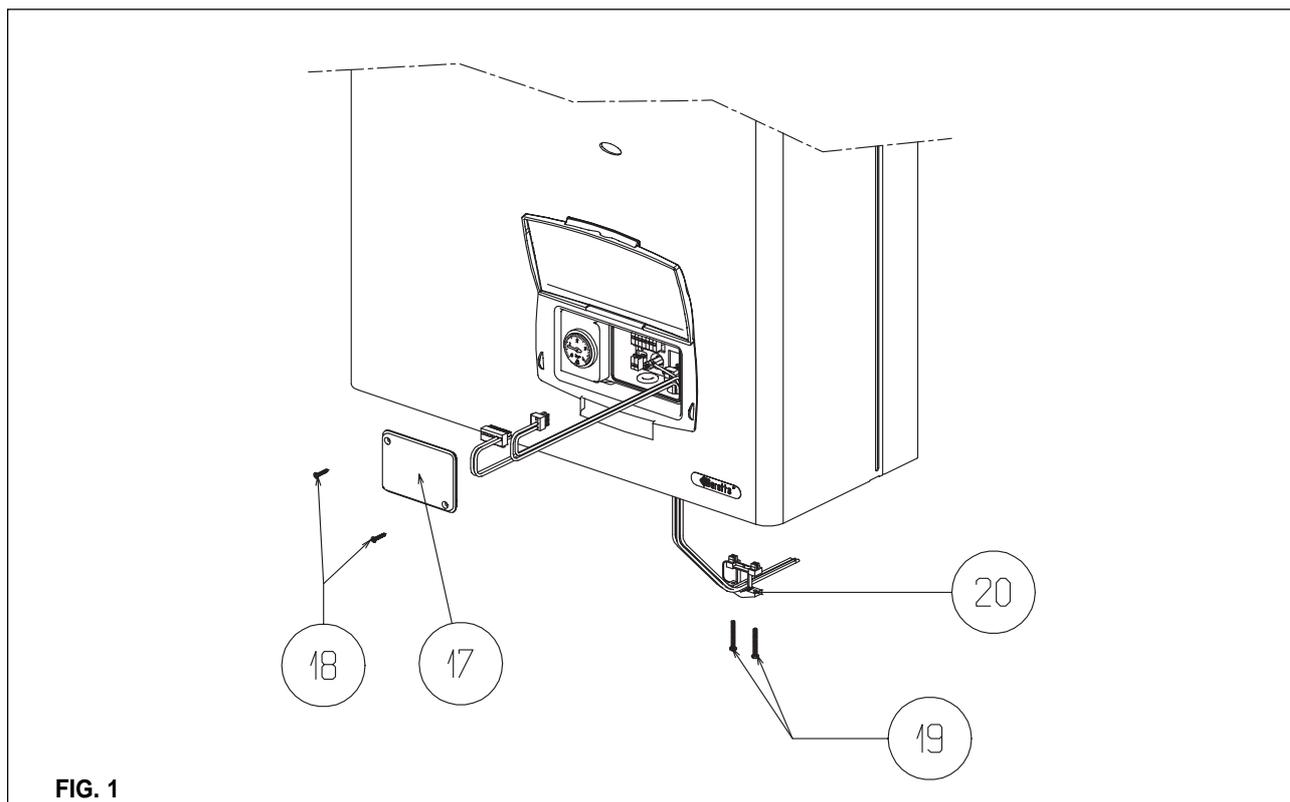
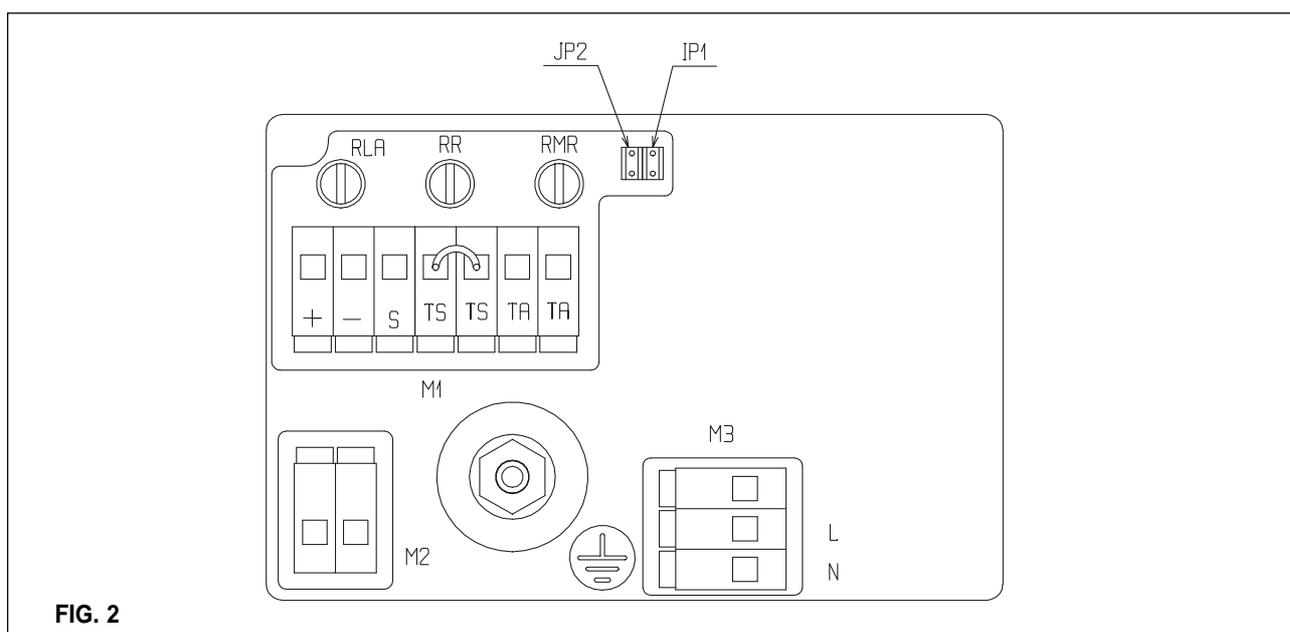

FIG. 1
FIG. 2
- allentare le viti (18) di fissaggio del coperchietto della morsettiera (17);
- inserire i cavi per l'alimentazione della caldaia (fig. 1) collegandoli come indicato in fig. 2 utilizzando un cavo del tipo IMQ HAR H05VV-F, 3 x 0,75 mm², \varnothing max. esterno 7 mm;
- inserire i due cavi per il collegamento del comando a distanza (fig. 1) collegandoli come indicato in fig. 2 utilizzando un cavo con sezione da 0,5 a 1 mm²;
- allentare le viti (19) del passacavo (20) ed inserire i cavi di alimentazione e di collegamento del comando a distanza, quindi richiuderlo;